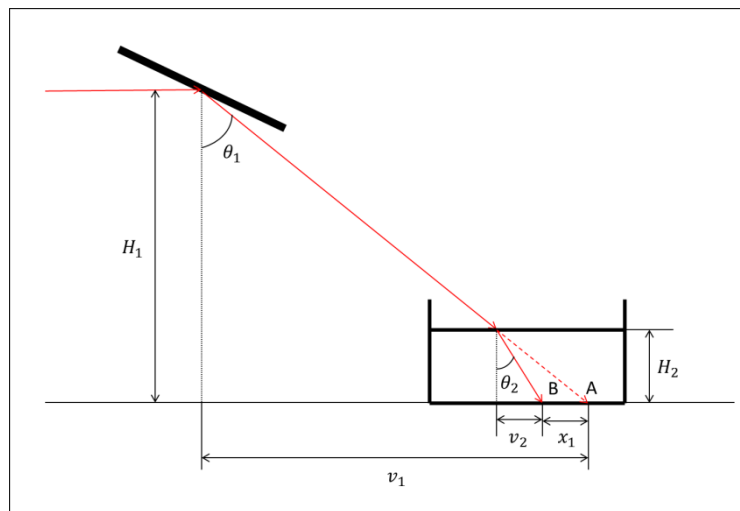

図 2
一を配置し、水の中にレーザー光線を入射させる。そして図 2 の  $x_1$  を計測することによりレーザー光線の入射角と屈折角を求める。そして入射角、屈折角、空気の屈折率を用いて水の屈折率を求める。
- ①2 台のアパーチャーの穴に通すことで、LD のレーザー光線を平行に飛ばすようにした。
- ②タッパーを設置していないときの定盤上のレーザー光線の位置 A に印をつけておく。
- ③水入りのタッパーを設置しているときの定盤上のレーザー光線の位置 B に印をつけておく。
- ④図 2 のようにそれぞれ変数を設定する。